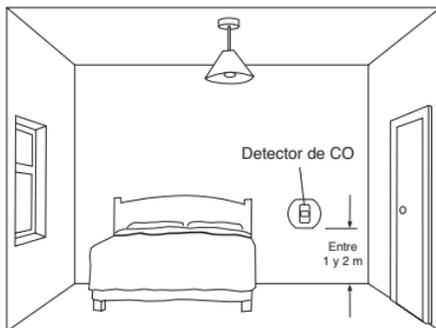

Figura 3
3.4 Si se ubica el detector de CO en un dormitorio o en habitaciones alejadas de un aparato que queme combustible (consulte la Figura 3)